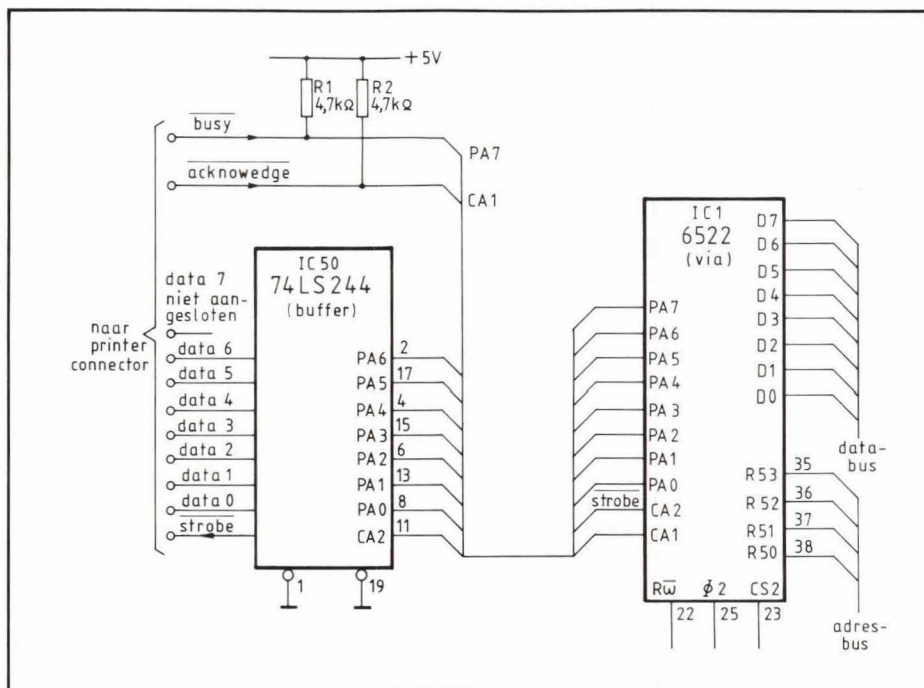

Fig. 1. Het originele schema van de printerinterface. Er worden 7 databits naar de printer gestuurd, de connectorpin voor het achtste bit is niet aangesloten.
We beschouwen eerst fig. 1, die de stan-
Wat gebeurt er nu precies als de printer wordt geactiveerd? In fig. 1 zien we 4 ingangslijnen op de VIA, aangegeven met RS3, RS2, RS1 en RS0. Met behulp van deze 4 lijnen kunnen we een register in de VIA selecteren. Omdat de printer is aangesloten op de A-poort, wordt de data die naar de printer wordt gestuurd tijdelijk opgeslagen in dataregister A van de VIA. Dit register kunnen we selecteren door de code '0001' op de resp. lijnen RS3, RS2, RS1, RS0 aan te bieden. Op dat moment moet IC1 (de VIA) worden geselecteerd uit alle andere IC's, dit gebeurt met de 'chip select' lijn (CS2), die op dat moment '0' wordt gemaakte (pin 23). Omdat data naar de VIA toe wordt getransporteerd is de microprocessor aan het 'schrijven', zodat op dat moment de read-writelijns '0' is (pin 22). Als aan al deze voorwaarden is voldaan zal de data, die op de databus staat, tijdens de neergaande flank van het clocksignaal (2) in dataregister A van de VIA worden geplaatst.